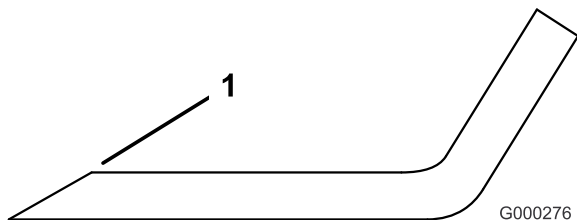

Figura 100
1. Affilate i taglienti da entrambe le estremità della lama con una lima (Figura 100). Rispettate l'angolazione originale. La lama conserva il proprio equilibrio soltanto se viene rimossa una quantità uguale di materiale da entrambi i taglienti.